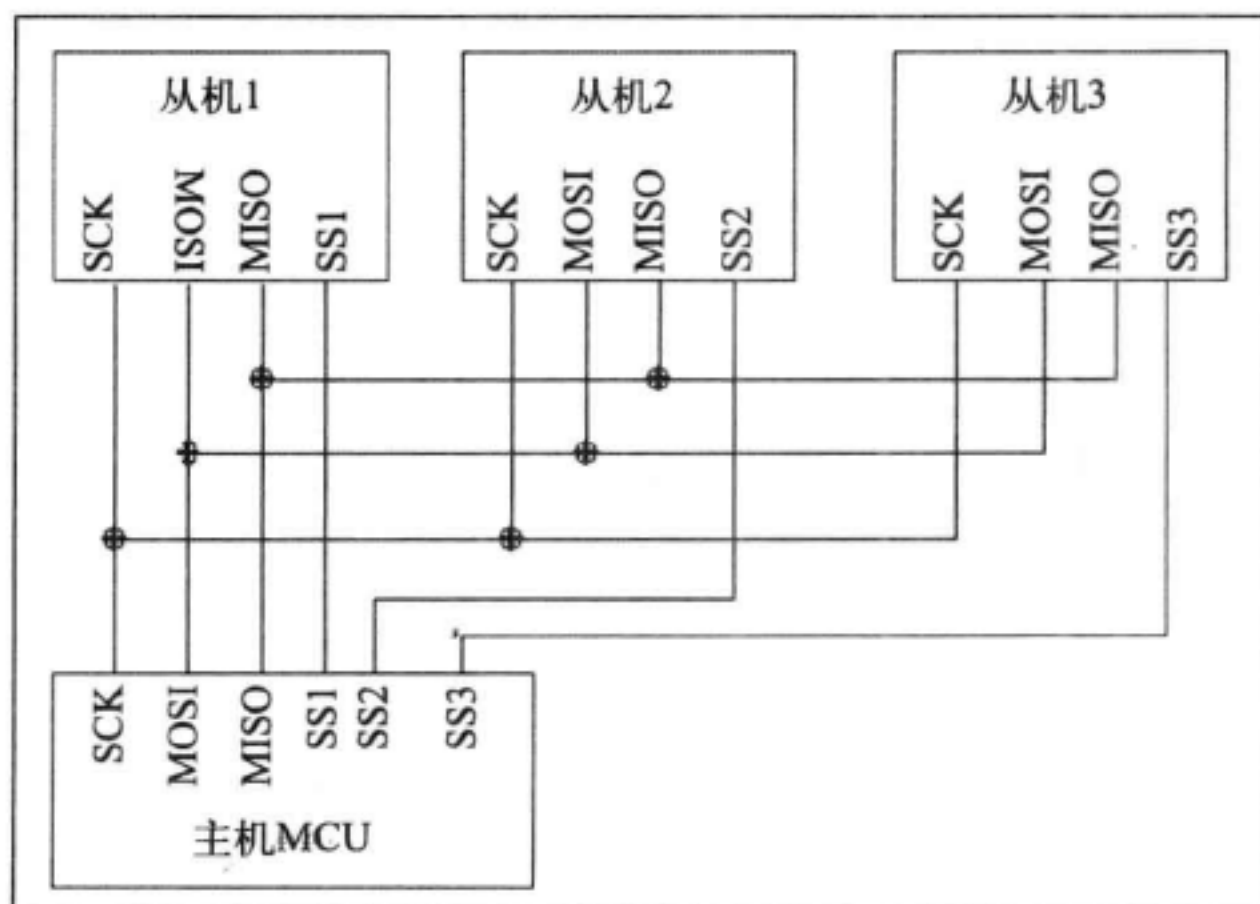

图 15-1 SPI 多设备通信
1) SS (Slave Select): 片选信号线, 当有多个 SPI 设备与 MCU 相连时, 每个设备的这个片选信号线是与 MCU 单独的引脚相连的, 而其他的 SCK、MOSI、MISO 线则为多个设备并联到相同的 SPI 总线上, 见图 15-1。当 SS 信号线为低电平时, 片选有效, 开始 SPI 通信。